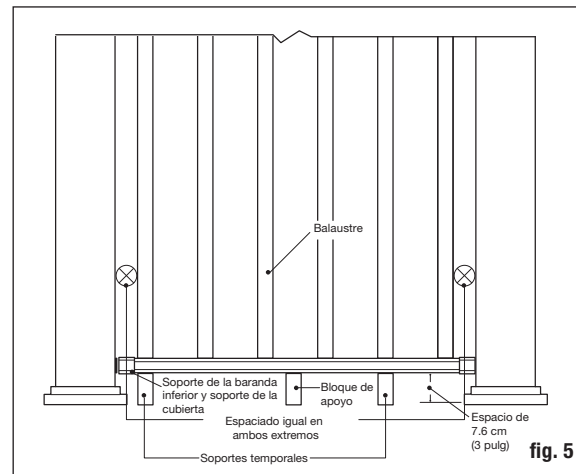

fig. 5
Paso 6 Mida la distancia entre las coberturas de poste instaladas para determinar la longitud de los barandales superior e inferior. Posicione el panel en su posición al lado de los postes y ajústelo de modo que la distancia entre el primer balaustre y el poste sea mayor a 5.1 cm (2 pulg.) e igual en ambos extremos (consulte la fig. 5). Marque y corte los barandales superior e inferior a la longitud deseada.